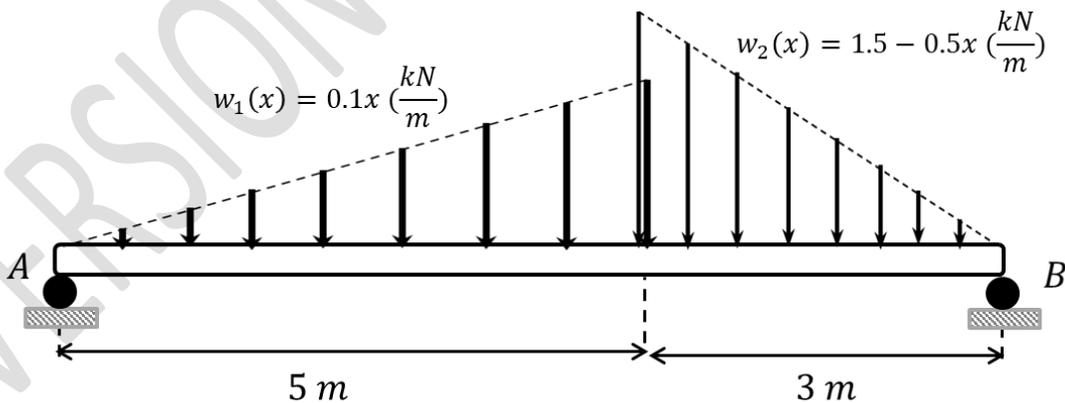

Fig. 7.23.
A) $c_x = 37 \text{ (N)}$, $c_y = 2.67 \text{ (N)}$, B) $c_x = 40 \text{ (N)}$, $c_y = 30 \text{ (N)}$
7.14.- Una viga de 8 (m) de largo y peso despreciable está sostenida por dos soportes A y B y sometida a dos fuerzas distribuidas triangulares como muestra la Fig. 7.23. Calcule la fuerza en cada apoyo A y B.